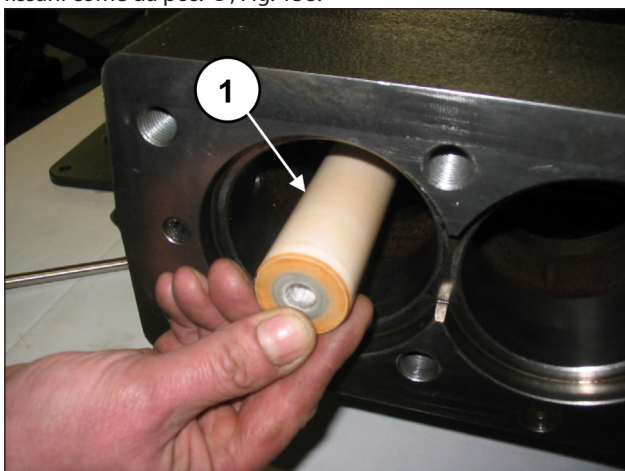
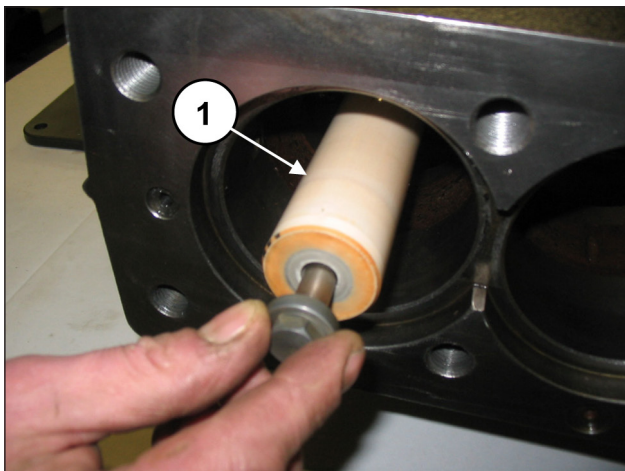

Fig. 157
Fig. 158
Montare i pistoni sulle rispettive guide (pos. ①, Fig. 157) e fissarli come da pos. ①, Fig. 158.